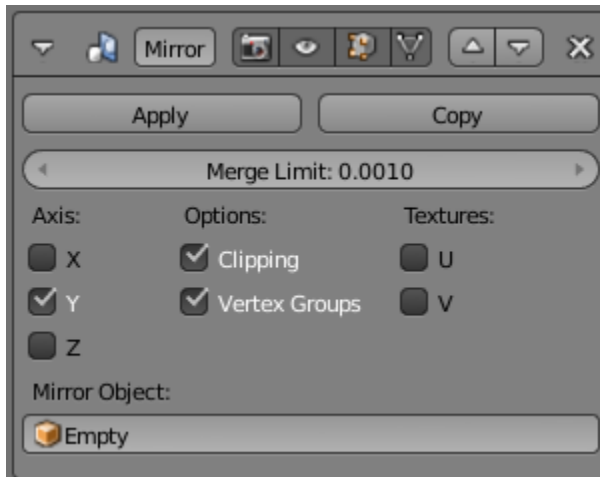

Figura 5.13
5. Associe um modificador Mirror à malha e selecione o nome do Empty em Mirror Object. Active Clipping e selecione o eixo de simetria do Empty relevante (no exemplo Y), figura 5.13.